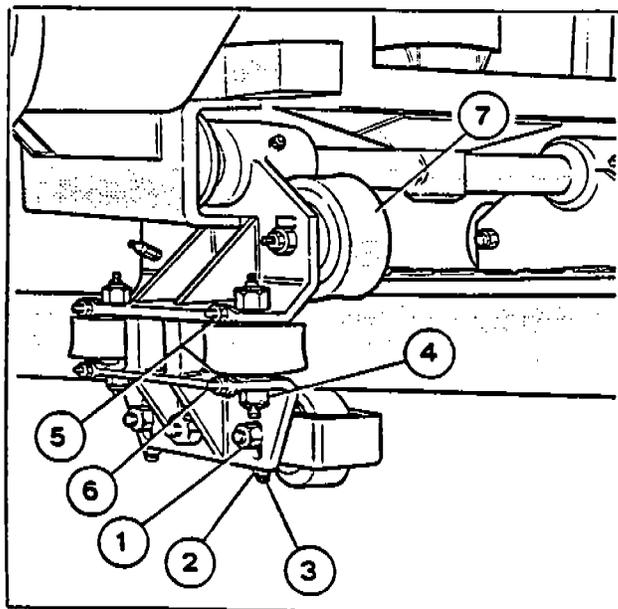

Fig. 48
- 1) Untighten nuts and double nuts - (Fig. 48 -1 and 2).
- 1) Allentare i dadi e controdadi (1-2-Fig. 48).
- 2) Avvicinare o allontanare le ruotine inferiori agendo, in senso alternato, sulle viti (3-Fig. 48). Gioco 2 mm.
- 3) A regolazione avvenuta bloccare il controdado e dado (2-1-Fig. 48).
- 1) Allentare i dadi e controdadi (4-5-Fig. 48).
- 2) Avvicinare o allontanare le ruotine laterali agendo, in senso alternato, sulle viti (6-Fig. 48).
Fare attenzione che il gioco venga ripartito nei due lati in uguale misura (1 + 1 mm) in modo che la ruota verticale superiore (7-Fig. 48) sia sempre in posizione centrale rispetto alla rotaia percorso.
- 3) A regolazione avvenuta bloccare il controdado e il dado (5-4-Fig. 48).